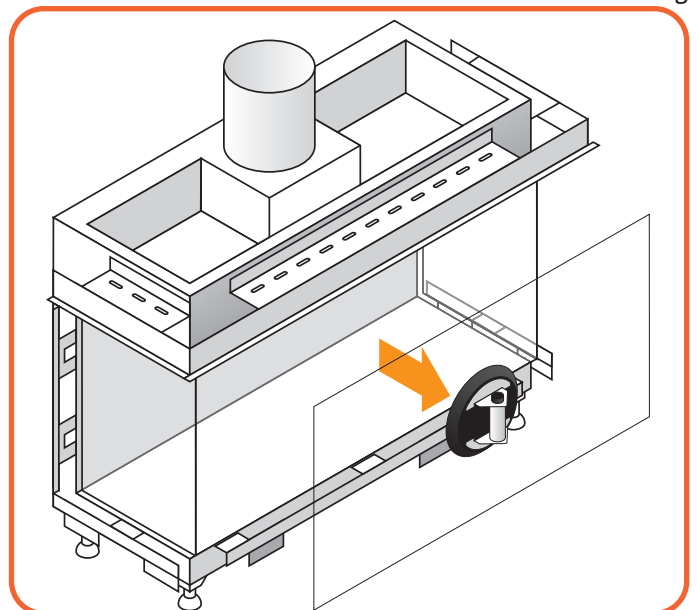

Abb. 9.7 Herausnehmen der Frontscheibe
- Heben Sie das Glas leicht an und neigen Sie es etwas, um es aus der Öffnung zu ziehen (siehe **Abbildung 9.7**).